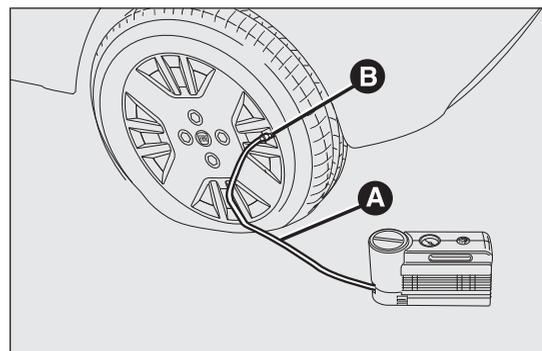

fig. 129
- Azionare il freno a mano. Svitare il cappuccio dalla valvola del pneumatico, estrarre il tubo flessibile di riempimento A fig. 129 ed avvitare la ghiera B sulla valvola del pneumatico;